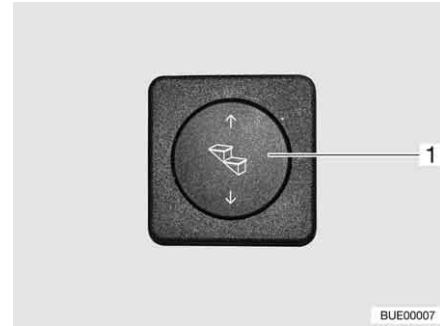

Fig. 13 Bouton poussoir marche pied
- Appuyer sur le bas du bouton-poussoir basculant (Fig. 13,1) et le maintenir pressé (pendant au moins 3 secondes) jusqu'à ce que le marche pied soit entièrement sorti.
- Appuyer sur le bouton-poussoir basculant (Fig. 13,1) vers le haut jusqu'à ce que le marche pied soit entièrement ressorti.